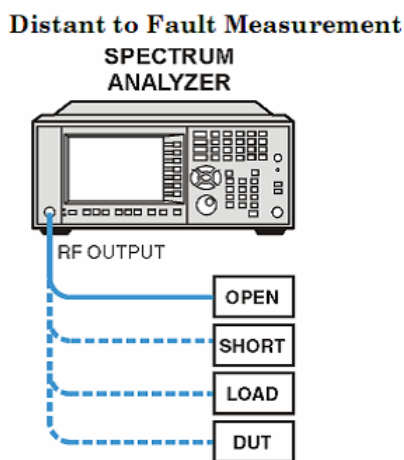

Figura 5: Conexiones para la prueba de distancia a la falla (distance to fault).
8. Conecte el cable de prueba y los dispositivos de calibración en el conector RF Output como se muestra en la figura 5.